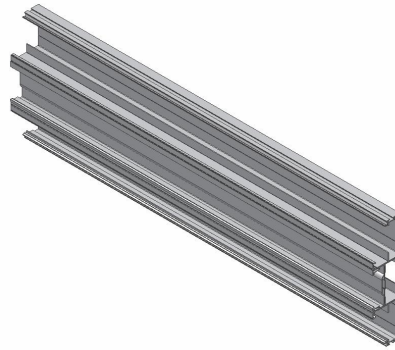

Figura 4 – Painel sem as tampas frontais
2.4. A figura 4 mostra o painel sem as tampas frontais.